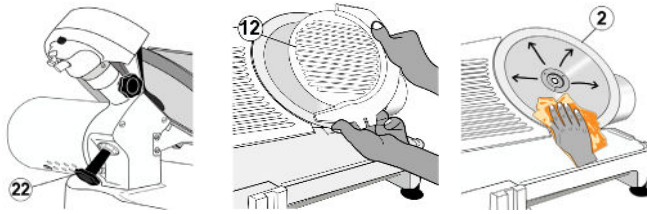

FIG 9. LIMPIEZA DE LA CUCHILLA
E. CUCHILLA (Ver Fig. 9).
1. Afloje la perilla del plato (22) girándola en contra de las manecillas del reloj que se encuentra en la parte posterior de la rebanadora.
2. Remueva el plato (12) de la cuchilla, usando ambas manos para levantarlo.
3. Extremando precauciones, limpie la cuchilla (2) de adentro hacia afuera. Humedezca, limpie y seque las veces que sea necesario.